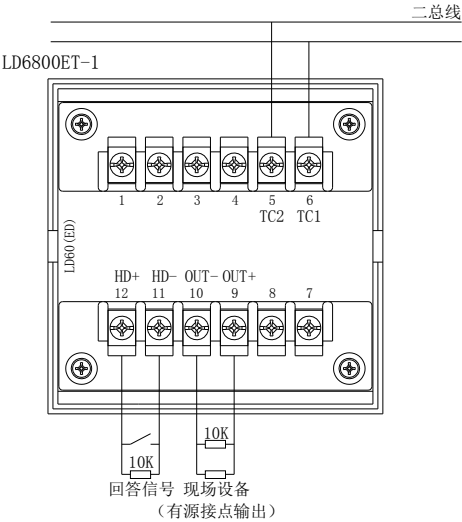

图 4-2
- ★ 接线：剪、剥导线后按照接线图和端子图将TC二总线与相应端子正确连接，并且模块输入线末端(远离模块端)并联1个10KΩ的终端电阻，将输出线末端(远离模块端)并联1个10KΩ的终端电阻(具体接线参照图4-2接线图)。